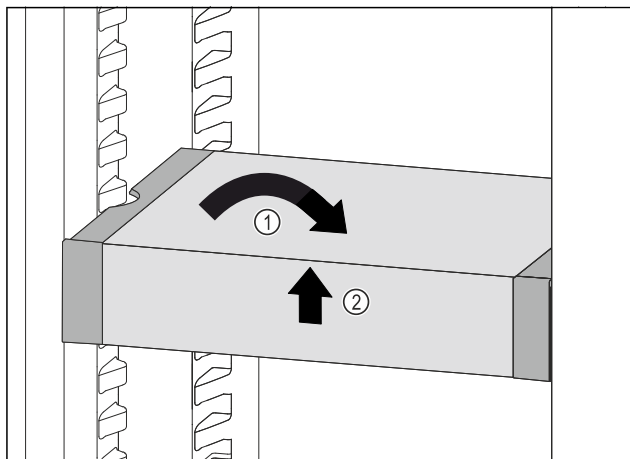

Fig. 117
- ▶ 将 VarioSafe 放平。 Fig. 117 (1)
- ▶ 抬起 VarioSafe 前部。 Fig. 117 (2)